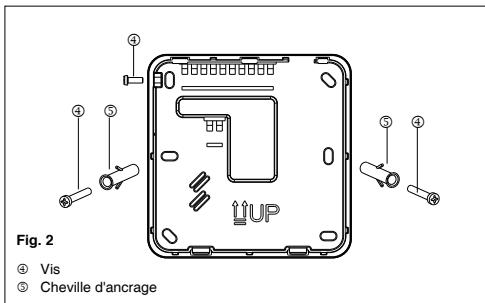

Fig. 2
- Séparer la base du boîtier de commande en enlevant la vis de fermeture qui se trouve dans la partie supérieure gauche (Fig. 2). Placer la base contre le mur en marquant les points de perçage.
- Fixer la commande au mur à l'aide des chevilles d'ancre ⑤ prévues à cet effet.
- Remettre en place le couvercle sur la commande à l'aide de la vis enlevée précédemment (Fig. 2).